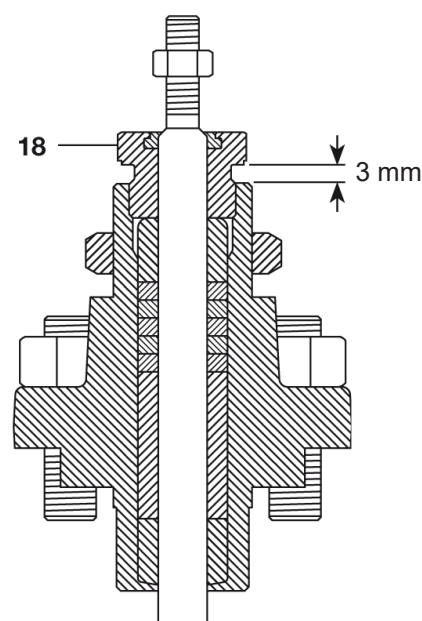

Fig. 12
- Serrer l'écrou de presse-étoupe (18) jusqu'à :
- ii) Garniture en graphite : Un espace de 3 mm est nécessaire entre la partie inférieure de l'écrou de presse-étoupe et le chapeau. Voir Fig. 12.
- Replacer l'écrou de blocage (3).